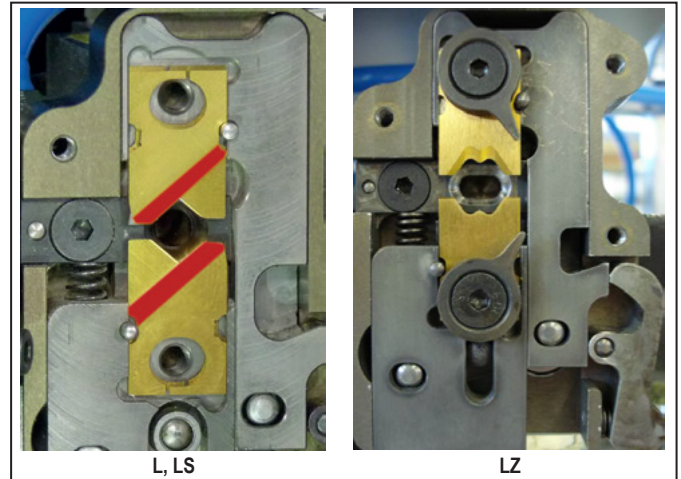

Figura 8.2 Allineamento delle lame
- ▶ **L and LS:** montare ciascuna coppia di lame in modo che i bordi smussati siano rivolti verso l'esterno (segno rosso nella figura 8.2). Collocare entrambe le coppie di lame nel supporto.